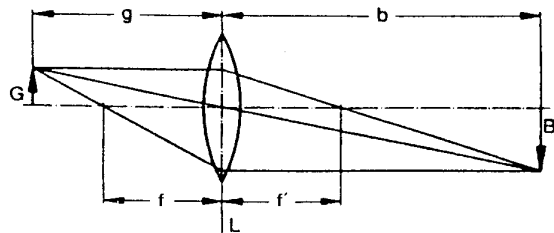

Abb.1: Bildkonstruktion für dünne Linsen durch die drei Hauptstrahlen: Brenn-, Parallel- und Mittelpunktstrahl.
Die Beziehung zwischen der Brennweite f einer Linse, der Gegenstandsweite g und der Bildweite b bestimmt das Verhältnis zwischen Bildgröße B und Gegenstandsgröße G (vgl. Abb. 1). Aus den Ähnlichkeitssätzen für Dreiecke folgt:
Die Brennweite von zwei unbekanntem Sammellinsen ist aus der Messung von Bildweite b und Gegenstandsweite g zu bestimmen (siehe Abb. 1). Mit Lampe und Doppelkondensator wird ein Bündel parallel laufender Lichtstrahlen erzeugt. Der Gegenstand (Floh oder Dia) steht direkt hinter dem Kondensator und wird mit einer Linse auf dem Schirm scharf abgebildet. Bild- und Gegenstandsweite werden gemessen (für dünne Linsen heißt dies: von der Linsen-Mittelebene aus). Die Messungen werden für zwei Linsen bei sechs verschiedenen Linsen- und Schirmeinstellungen wiederholt. Aus den gemessenen Werten für b und g wird jeweils f berechnet (Gleichung (1)), der Mittelwert von f gebildet sowie die Standardabweichung berechnet. Vergleichen Sie diese Größen mit den aufgedruckten Werten (Die auf den Linsen angegebenen Brennweiten besitzen eine Toleranz von $\pm 5\%$).